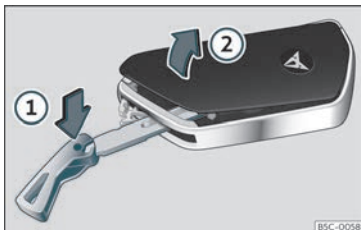

Fig. 76 Chave do vehículo: abrir a tapa do compartimento da pila.
- Introduza o espadín na fenda >>> **fig. 76**, preméndoo no sentido da frecha ① e desprenda a tapa facendo panca ②.